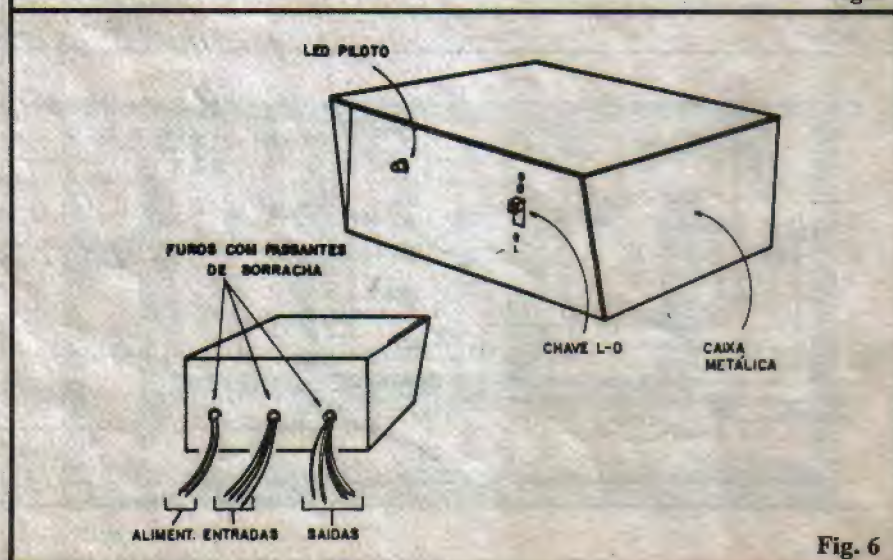

Fig. 6
- FIG. 6 - Sugestão para acabamento/caixa. Abrigar o circuito do AM-